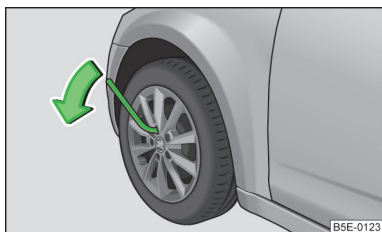

Fig. 190
- Saisissez la clé par son extrémité et faites décrire au boulon un tour environ dans le sens de la flèche » fig. 190.
- Saisissez la clé par son extrémité et faites tourner le boulon dans le sens inverse de la flèche » fig. 190 jusqu'à ce qu'il soit bien serré.